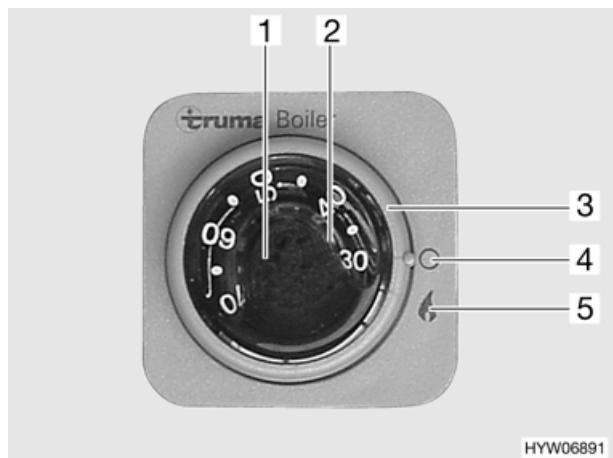

Fig. 81 Interruttore di comando per boiler
- Accendere il boiler agendo sull'interruttore girevole (Fig. 81,3) posizionandolo su "" (Fig. 81,5). La luce spia verde "Funzionamento" illumina la manopola (Fig. 81,1). In caso di guasto si accende la luce spia rossa (Fig. 81,2) (vedi capitolo 14).
- Impostare con la manopola (Fig. 81,1) la temperatura desiderata dell'acqua.
- Ruotare l'interruttore girevole (Fig. 81,3) su "O" (Fig. 81,4).
In caso di guasto si accende la luce spia rossa (Fig. 81,2) (vedi capitolo 14).
- Spegnere il boiler. Ruotare del tutto a sinistra la manopola (Fig. 81,1).